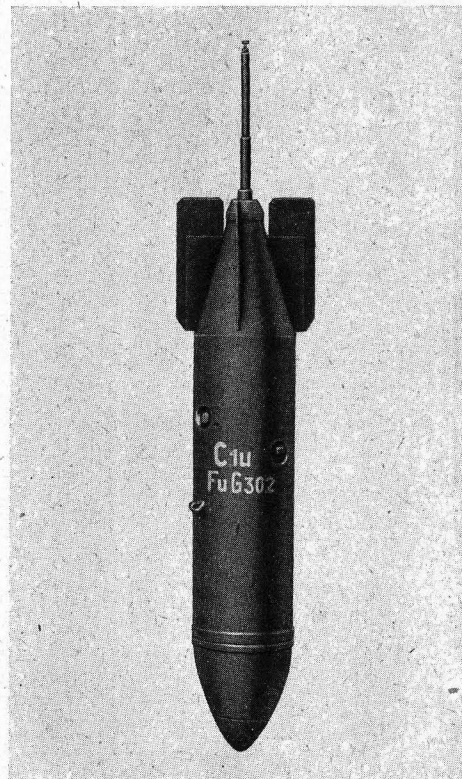

Abb. 2: FuG 302 — Körper
- e) Antenne A 302: Etwa 1,33 m lange Stabantenne aus Stahlrohr. Beim Hängen des Fallkörpers an der Maschine ist die Antenne teleskopartig eingezogen auf etwa 50 cm Länge (Abb. 2) und zieht sich erst nach dem Abwurf beim Aufprall aufs Wasser auf volle Länge aus (Abb. 4).